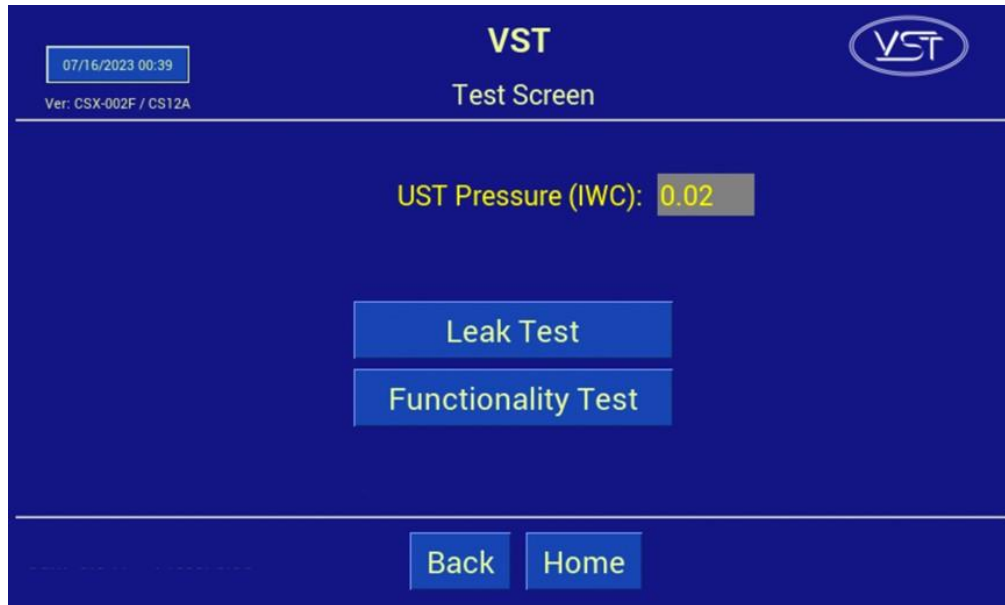

Figura 7-5: Pantalla de pruebas
2. Seleccione Functionality Test en el menú. **Vea la Figura 7-5.**